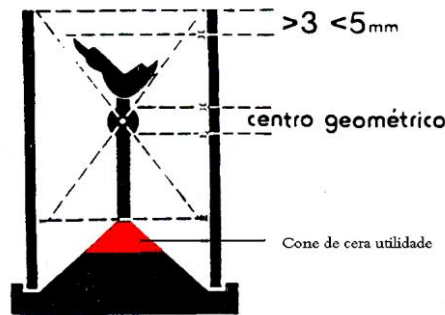

Figura 1 – Esquema do posicionamento do conjunto sprue-padrão no anel de fundição.
4. A extremidade do sprue deverá ser fixado neste cone de cera, de modo que a câmara de compensação do sprue coincida com o centro térmico do anel (nesta configuração. O centro térmico coincide com o centro geométrico, descontando-se a região ocupada pela base formadora de cadinho). Além disso, o padrão deve ficar de 3 a 5 mm da borda superior do anel (Figura 1);